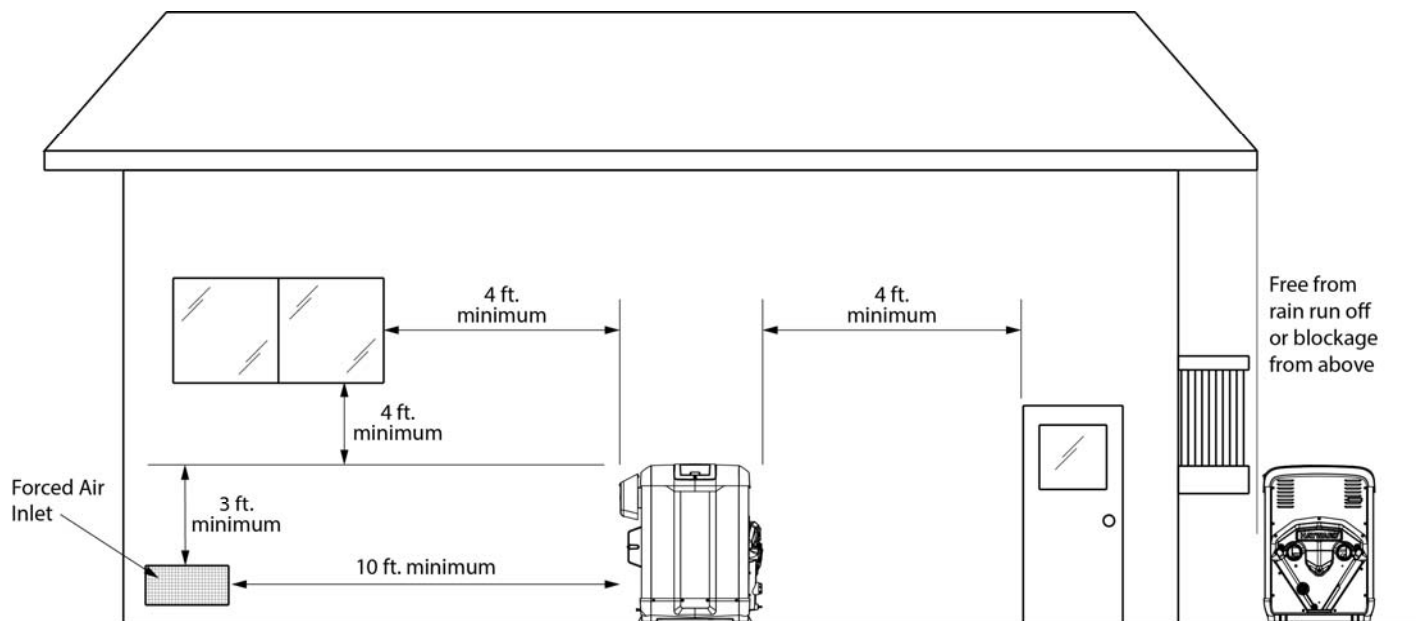

Figura 4: Espacios mínimos al aire libre
12. Para conocer los espacios mínimos de ventilación de escape para todas las aberturas del edificio, incluidos, entre otros, aleros ventilados, puertas, ventanas o entradas de gravedad, consulte la Figura 4. **En Canadá, el calentador debe instalarse con la parte superior del respiradero al menos 10 pies (3 m) por debajo, oa cualquier lado de, cualquier abertura en un edificio..**
ESPACIOS PARA INSTALACIÓN Y SERVICIO EN INTERIORES Y EXTERIORES: Tanto para instalaciones en exteriores como en interiores, el Se deben mantener las distancias de instalación de materiales combustibles y las de servicio que se muestran en la Tabla 3 y la Figura 4. No instale el calentador en un armario o espacio cerrado (consulte NFGC)